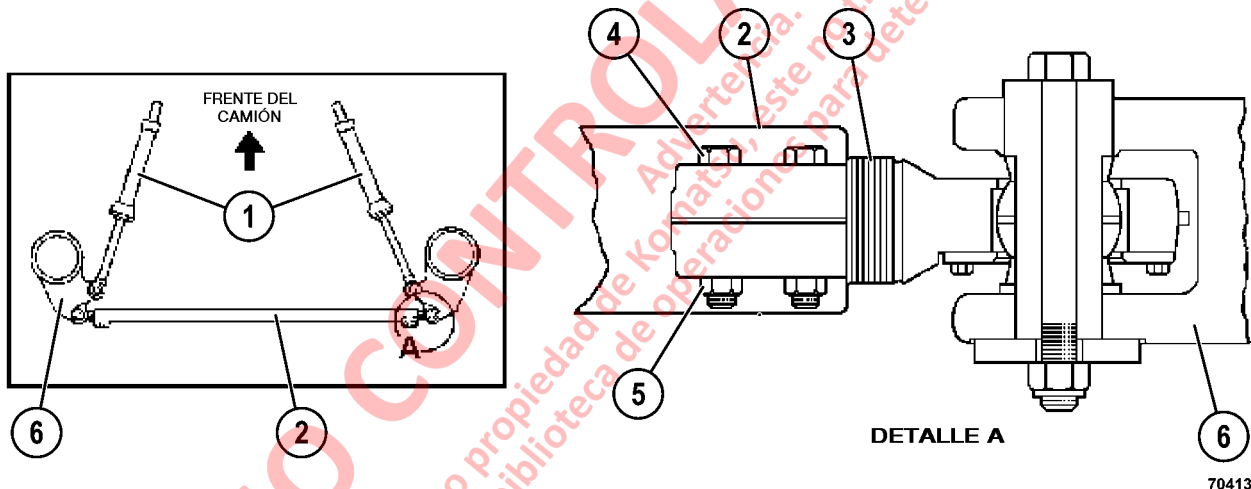

FIGURA 3-16. CONJUNTO TÍPICO DE LA BARRA DE DIRECCIÓN
- a. Suelte las tuercas de seguridad de la abrazadera (5, Figura 3-16) en la barra de dirección. Gire la barra de dirección lo que sea necesario para obtener la configuración correcta de convergencia hacia adentro.
5. Apriete las tuercas (5, Figura 3-16) a 420 ± 42 N·m (310 ± 31 lb-ft).
NOTA: Las tuercas de seguridad (5) se deben instalar en el mismo lado de la barra de dirección que el retenedor del rodamiento (hacia abajo), como se muestra en Figura 3-16.